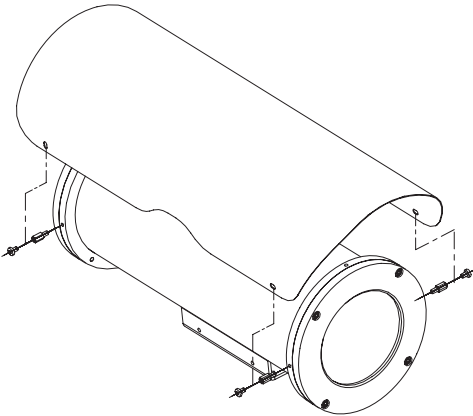

Fig. 6
2. Montage des Sonnenschutzdach (wenn es ausgerüstet ist): die mitgelieferten sechseckigen Befestigungszwischenlagen auf den seitlichen Flansche des Gehäuses (Fig. 6), in genau entgegengesetzter Position und in Funktion vom Installationstyp, schrauben. Das Sonnenschutzdach auf dem Gehäuse positionieren und mit den mitgelieferten